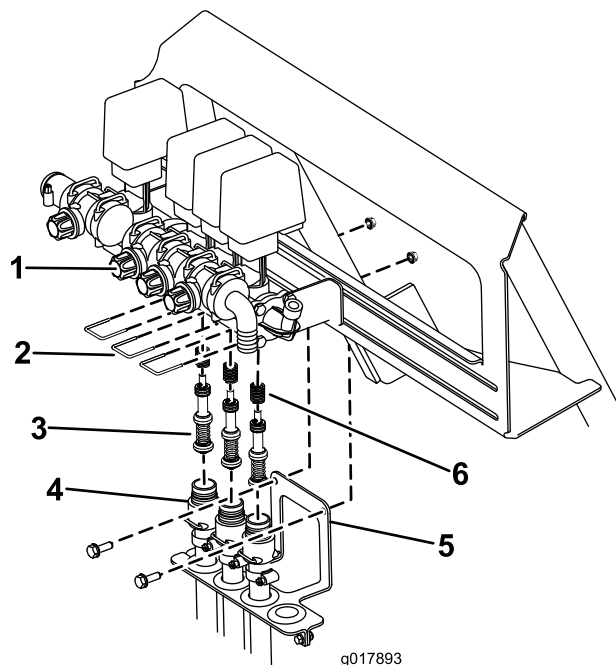

図 70
- B. 弁座をバルブ・アセンブリに固定しているフォーク3本を外す (図 70)。
- C. ホースブラケットをスプレーヤのフレームに固定しているねじ2本を外す (図 70)。バルブ・アセンブリからホースを降ろす。
を取り外す。バルブにはスプリングが入っているので注意すること 図 70。